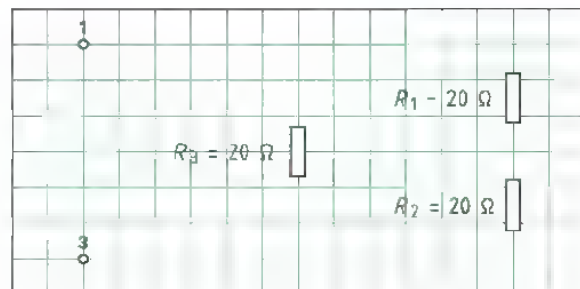
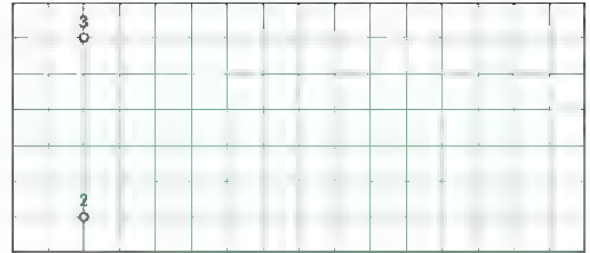

Bild 3: R_1 , R_2 und R_3 zwischen den Klemmen 1 und 3
Bild 1: R_1 , R_2 und R_3 zwischen den Klemmen 3 und 2
1. Ergänzen Sie (**Bild 3**) die Schaltung der Widerstände R_1 , R_2 und R_3 zwischen den Anschlussklemmen 1 und 3.
2. Wie wird die Schaltung der Widerstände (**Bild 3**) genannt?
8. Zeichnen Sie in **Bild 1** die Schaltung der Widerstände R_1 , R_2 und R_3 zwischen den Anschlussklemmen 3 und 2 nach **Bild 2, Seite 44**.
10. Vergleichen Sie die Schaltung zwischen den Anschlussklemmen 3 und 2 (**Bild 1**) mit der Schaltung zwischen den Anschlussklemmen 1 und 3 (**Bild 3, Seite 44**). Geben Sie an, welchen Wert der Ersatzwiderstand R_{123} zwischen den Anschlussklemmen 3 und 2 hat.